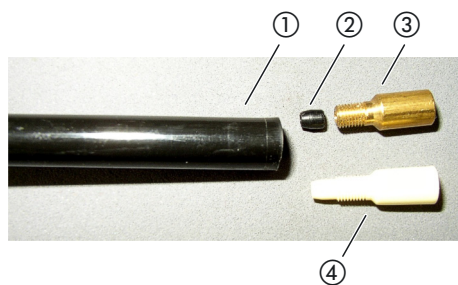

Fig. 6: Filtrage capillaire
- ① Extrémité de la pointe de renifleur
- ② Joint conique
- ③ Filtre capillaire métallique
- ④ Filtre capillaire en plastique
- 3 Posez le joint conique, voir fig. 6 à la page 19.